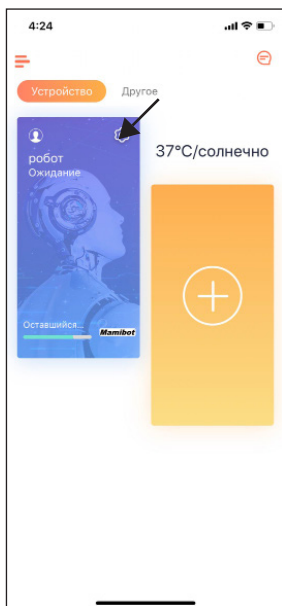
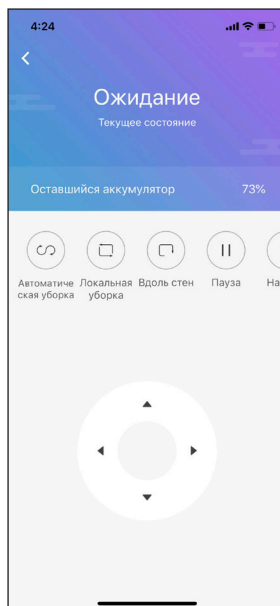

Рис. 9
Рис. 10
5. После успешного подключения к сети Вы можете управлять пылесосом-роботом со своего смартфона. Нажмите на иконку **[Рис. 9]**, чтобы перейти в интерфейс управления через приложение, где Вы можете выбирать различные режимы работы устройства, смотреть уровень заряда и т.д. Вы можете выбрать следующие режимы уборки: «Автоматическая уборка», «Локальная уборка», «Уборка вдоль стен», «Пауза», «На базу» **[Рис. 10]**.